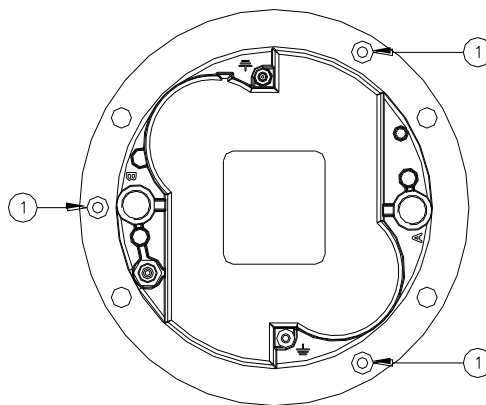
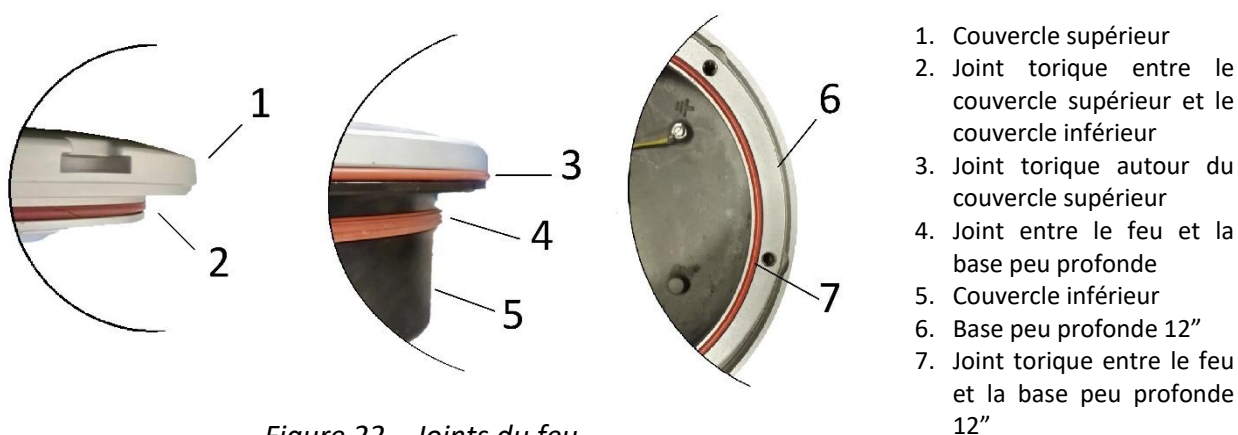

Figure 20 – Vis de fixation du couvercle inférieur
Figure 22 – Joints du feu
Dévisser la soupape du couvercle et appuyer sur le pivot de la soupape centrale, de cette façon la pression à l'intérieur du feu est la même que la pression atmosphérique. Séparer le couvercle inférieur du couvercle supérieur en desserrant les trois vis de blocage TORX M5x10 (Figure 20 - n°1).
- trois vis de blocage TORX M5x10 (Figure 20 - n°1) ;
- joint torique entre le couvercle supérieur et le couvercle inférieur (Figure 22 – n°2) ;
- Vérifier le positionnement correct du joint torique entre le couvercle supérieur et le couvercle inférieur (Figure 22 – n°2) ; monter le couvercle inférieur dans le couvercle supérieur et le fermer avec les trois vis TORX 5x10 (Figure 20 - n°1). Une couche mince d'adhésif anaérobie frein-filet moyen (par exemple LOXEAL 24-18) peut être appliquée aux vis avant l'installation ; couple de serrage 2,5 Nm.
- le joint torique autour du couvercle (Figure 22 – n°3) ;
- joint entre le feu et la base peu profonde dia. 8" (Figure 22 – n°4) ;
- le joint torique entre le feu et la base peu profonde dia. 12" (Figure 22 – n°7) ;